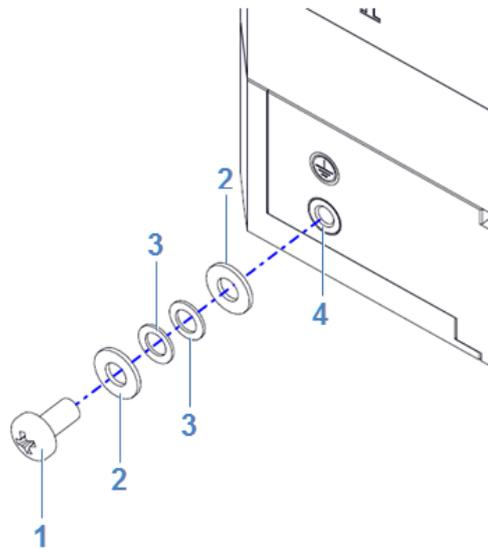

Abbildung 6: Aufbau des Schutzleiteranschlusses (Explosionsansicht)
2. Lösen Sie die Schraube sowie die Sicherungs- und Unterlegscheiben des Schutzleiteranschlusses (s. Abbildung 6).